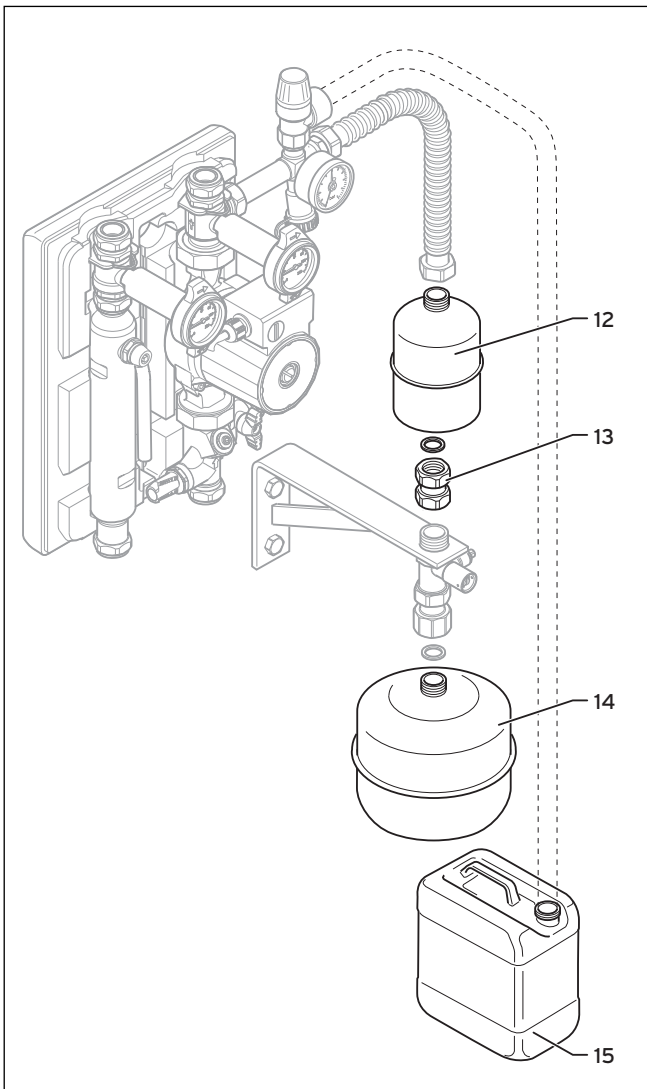

Bild 3.2 Tillbehör
- Dra utblåsningsledningen med fallhöjd till en lämplig uppsamlingsbehållare (→ Bild 3.2, pos. 13).
Alternativt kan du mellan solarexpansionskärl och solarstationen sätta in ett solarförkopplingskärl (→ **Bild 3.2**, pos. 12) med tillhörande 3/4"-muff (→ **Bild 3.2**, pos. 13).